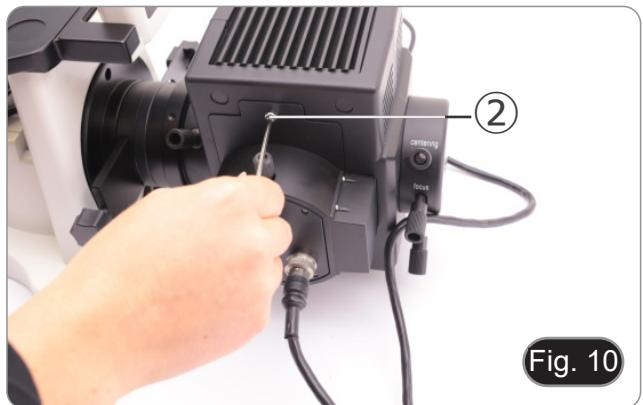

Fig. 10
1. Aprire il corpo lampada usando la vite di serraggio dello sportello ② ed estrarre il supporto lampada. (Fig. 10)